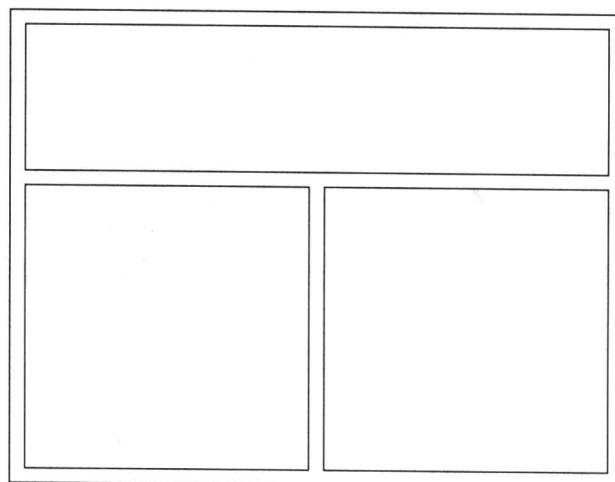

图 1-9
(9) 选择“T形合并”，依次选取相交的多线，编辑后完成的效果如图 1-9 所示。